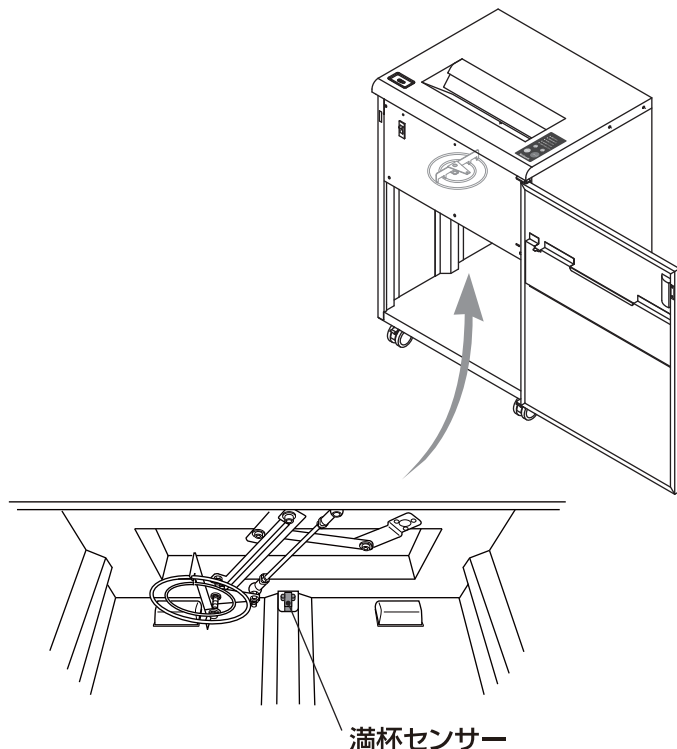

図10 満杯センサーの掃除
- 1.電源スイッチ①の下側を押して電源を切り、電源コード⑥の電源プラグを抜いてください。
- 2.満杯センサーに付着した紙粉や細かい細断屑を柔らかい布等で取り除いてください。 図10 参照